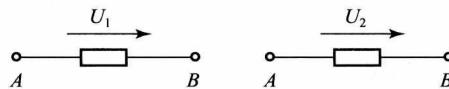

图 1-1-7 例 1-1-1 的图
**【例 1-1-1】** 如图 1-1-7 所示，电压的参考方向已标出，并已知  $U_1 = 1 \text{ V}$ ， $U_2 = -1 \text{ V}$ ，试指出电压的实际方向。